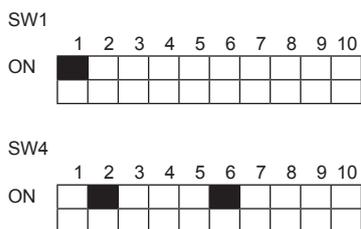

Fig. 2-2
2.4.3. Ajustes del interruptor (Fig. 2-2)